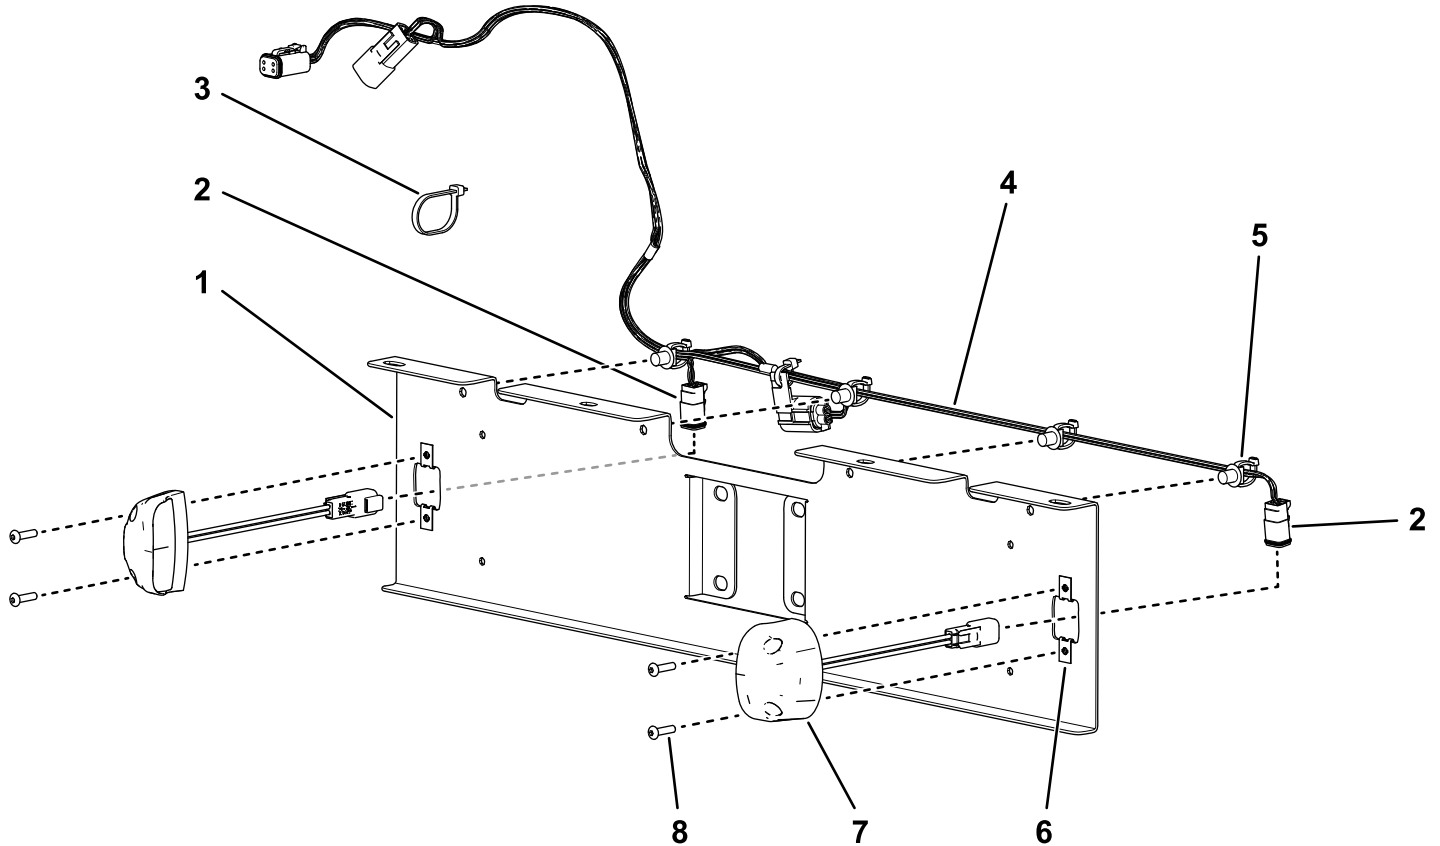

Bild 1
1. Verlegen Sie den Kabelbaum des Nummernschilds oben entlang der Nummernschildhalterung, wobei die zwei großen Anschlüsse und die Sicherung auf der linken Seite sein sollten (Bild 1).
2. Drücken Sie die vier Eindrückbefestigungen auf dem Kabelbaum in die entsprechenden Löcher in der Halterung, um den Kabelbaum an der Nummernschildhalterung zu befestigen (Bild 1).
3. Verlegen Sie die Lichtanschlüsse des Nummernschilds durch die großen Löcher an jedem Ende der Halterung und schließen Sie sie an die beiden Nummernschildlampen an (Bild 1).
4. Befestigen Sie die Lampen mit vier Sechskantschrauben (Gr. 10 x 1") und vier Clipmuttern an der Halterung, wie in Bild 1 dargestellt.